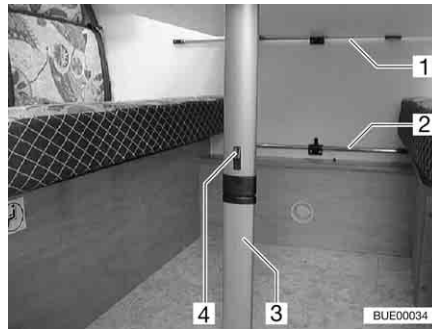

Bild 76 Hängbord med vikbart ben
- Skjut spärren (Bild 76,4) mot bordsskivan.
- Fäll upp den nedre delen av benet (Bild 76,3) 90°.
- Haka ur hängbordet ur den övre bärskenan (Bild 76,1).
- Haka fast hängbordet i den nedre bärskenan (Bild 76,2) och ställ ned det på bordsbenets led.